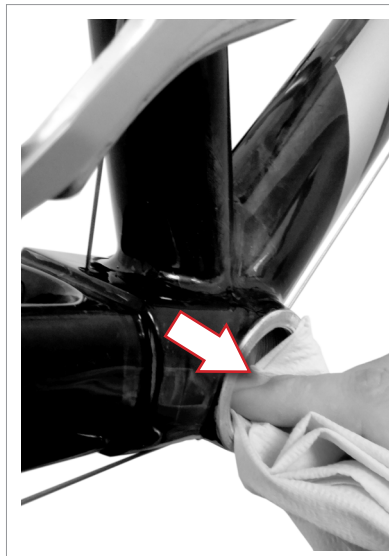

Abb.3
- Reinigen und entfetten Sie die Gewinde des Tretlagergehäuses (Abb.3).